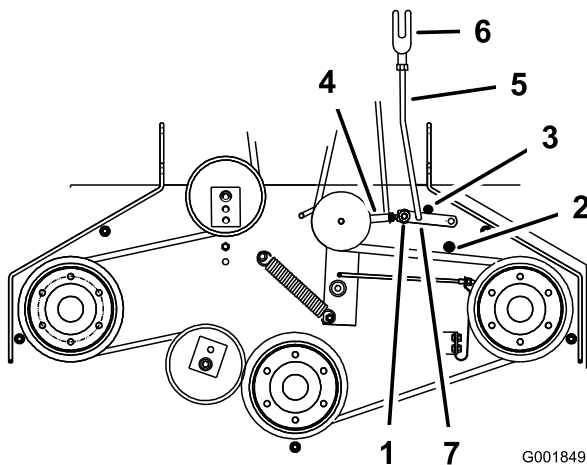

Figura 42
- Asegúrese de que el brazo está en contacto con el tope trasero del brazo de la carcasa (Figura 42).
- El brazo debe entrar en contacto con el tope delantero del brazo de la carcasa. Si no lo hace, la palanca acodada debe acercarse más al refuerzo (Figura 42).
- Para ajustar el acoplamiento del brazo, retire el pasador de horquilla del brazo (Figura 42).
- Instale el acoplamiento en el brazo y sujételo con el pasador de horquilla (Figura 42).